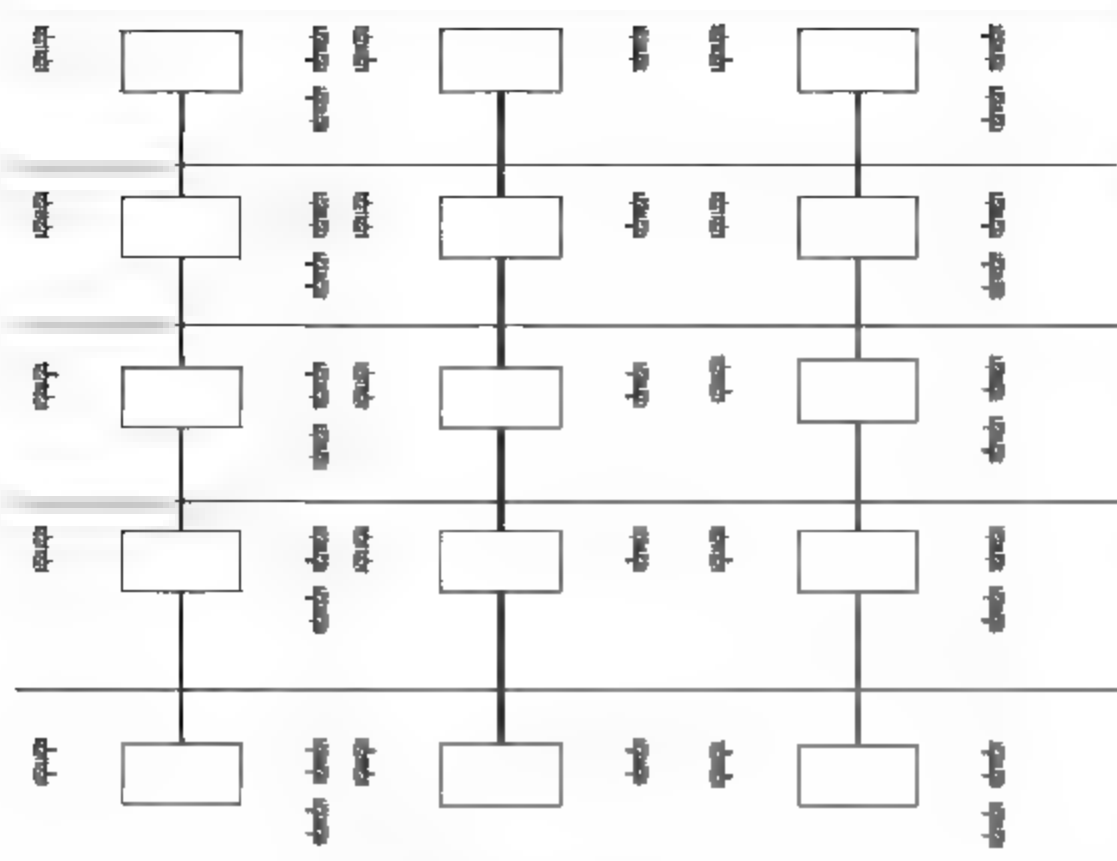

图13-23 绘制线路
**04** 调用PL【多段线】命令，设置起点宽度、端点宽度均为50，分别指定多段线的起点和端点，绘制如图13-23所示的连接线路。